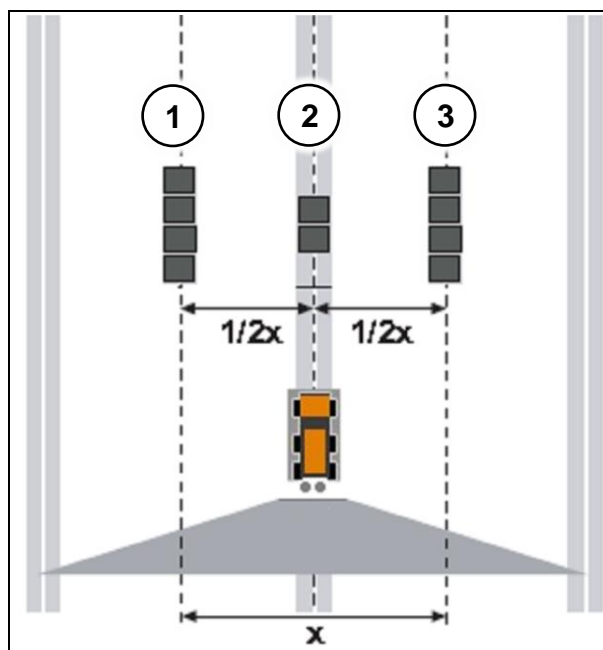

Рис. 183
- 2 Расставьте лотки для сбора материала, как показано на рисунке (Рис. 183), при этом X – ширина внесения из таблицы. Центральный ряд лотков (Рис. 183/2) стоит посередине колеи машины, Ряды лотков (Рис. 183/1,3) стоят от центра на половину ширины внесения.